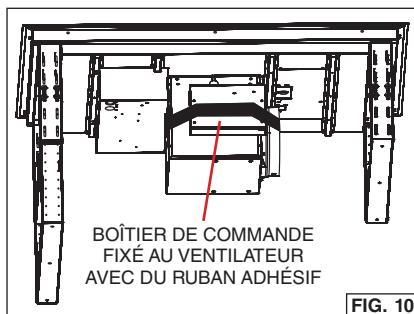

FIG. 10
1. Retirer le boîtier de commande par le côté du boîtier du ventilateur. Fig. 10.